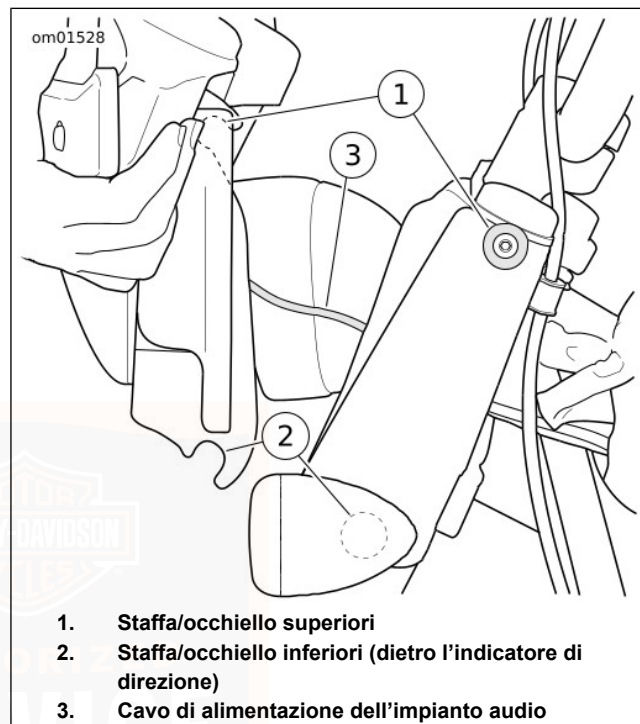

Figura 17. Carenatura compatta
1. Vedere Figura 17. Passare il cavo di alimentazione dell'impianto audio tra il faro anteriore e il pannello anteriore.